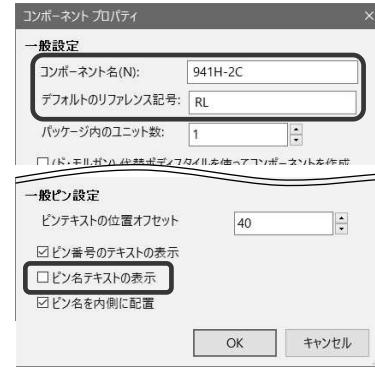

図 13-3
- ② 上ツールバー 「新規コンポーネントを作成」をクリックします。図 13-3